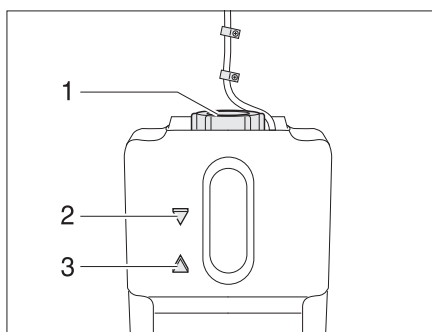

Fig. 172 Vaso d'espansione riscaldamento ad acqua calda
- Controllare se nel vaso di espansione (Fig. 172) il livello del liquido si trova tra le marcature "MIN" (Fig. 172,3) e "MAX" (Fig. 172,2).
- Aprire il coperchio (Fig. 172,1) del vaso di espansione.